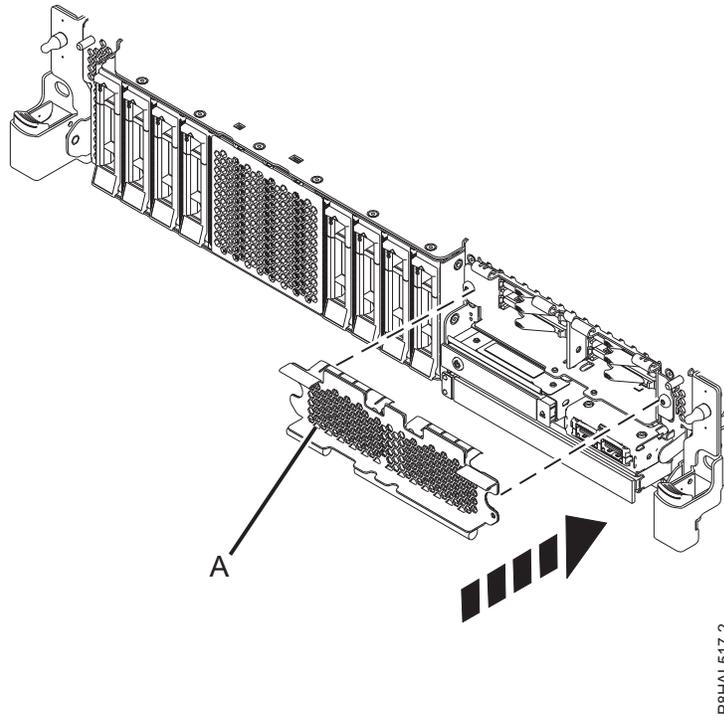

図 36. 拡張機能 システム内の SSD ケージのカバー
4. 該当する場合は、40 ページの図 36 に示すように穴開きプレート (A) で SSD ケージを覆います。